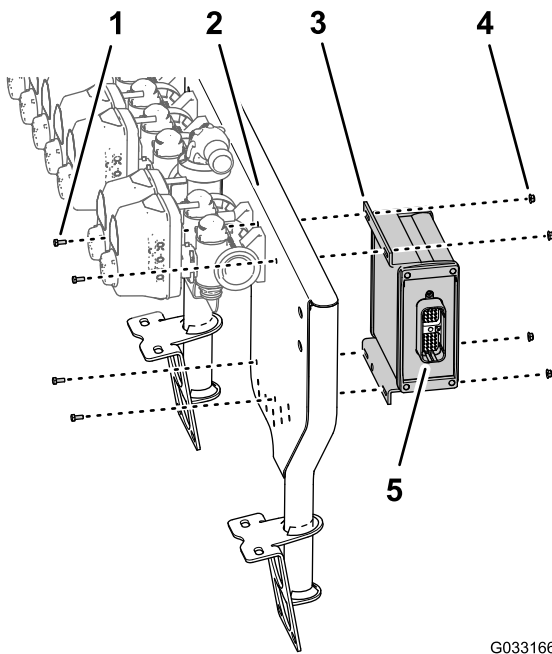

Figura 86
1. Alinee el controlador del fumigador con el lado delantero del soporte de las válvulas, orientando el conector de 40 pines hacia fuera (Figura 86).
- Monte el controlador del fumigador en el soporte de las válvulas (Figura 86) con los 4 pernos (4 x 10 mm) y las 4 contratuercas con arandela prensada (4 mm).